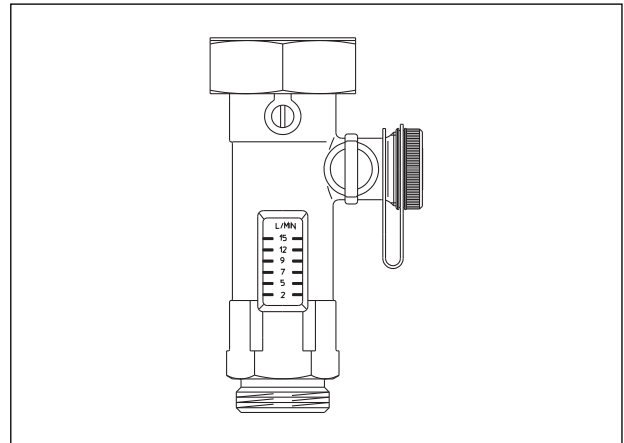

Bild 5: Durchflussmesser, OV Art.-Nr. 136 41 60/61/62
- Durchfluss-, Mess- und Einstellvorrichtung zum einstellen der Durchflussmenge (siehe Bild 5)